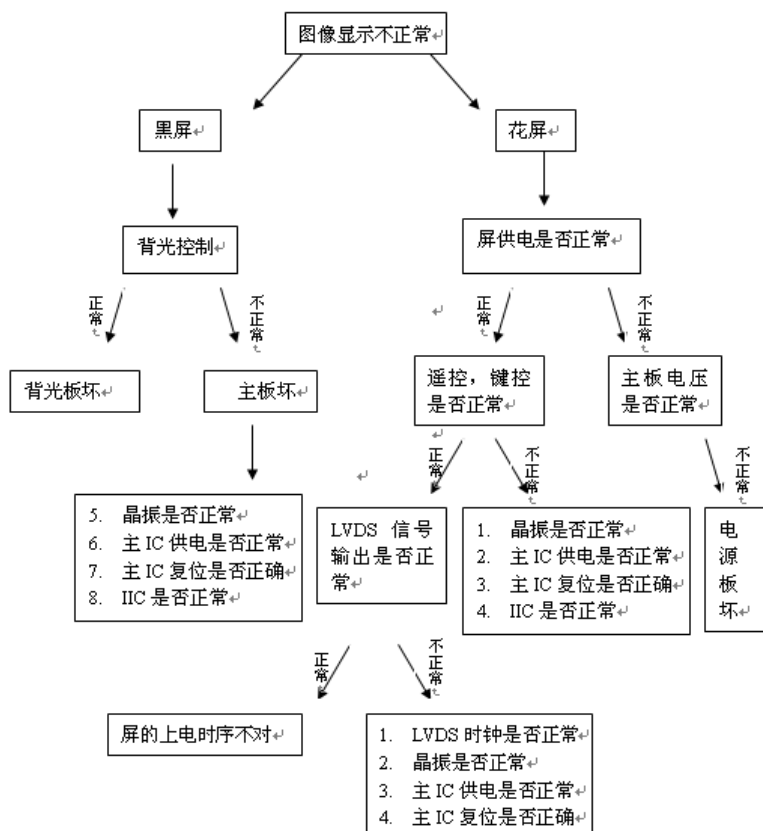

图 7-1 屏显示异常的维修流程
1、屏幕显示异常的情况，如果有相应的串口通讯工具和软件的话，可以通过串口的输出信息来判断软件是否正常运行，并参照图 7-1 的流程进行判断和维修：